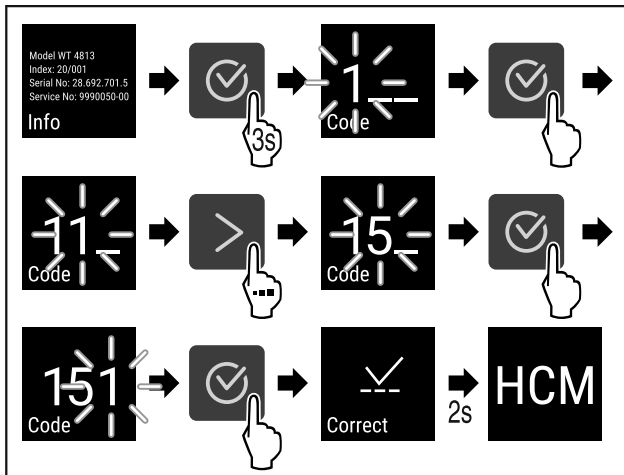

Fig. 61
- ▶ Stappen (zie Fig. 61) uitvoeren.